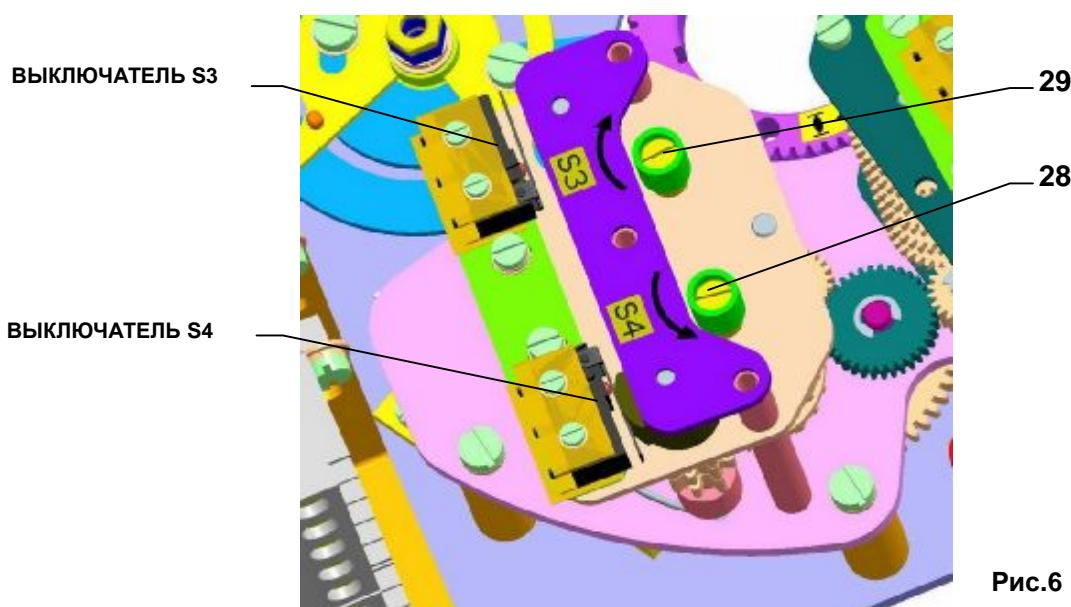

Рис.6
Проверка позиционных выключателей (рис. 6,8). При движении ЭП в направлении « закрыто » переключить контакты выключателей S4 либо S6 нажатием выключающего контакта соответствующего выключателя. При правильном подсоединении ЭП должен остановиться при переключении контактов выключателя S4 и сигнализировать при переключении контактов выключателя S6. Аналогично повторить испытание и для направления «открыто». При нажатии выключающего контакта выключателя S3 либо S5 ЭП должен остановиться, либо соответственно сигнализировать. В случае неисправности следует опять сконтролировать присоединение выключателей в соответствии с соединительной схемой.
4.2 Настройка выключателей положения (S3(S13), S4(S14)) (рис.6)
ЭП в заводе-изготовителе настроен на 6-ий ступень хода для табл. №3 или на ход, соответствующий спецификации заказчика. Ход указанный на щитке ЭП соответствует макс. ходу при настройке редуктора на 11°, по Таб. № 3. При установке, настроении и перестановке выключателей положения и сигнализации поступайте следующим образом (Рис.6,7):
- ЭП перестановите в положение «открыто», электрическим путем или вручную. Если ЭП при перестановке электрическим путем через ход выключит в междуположении перед достигнутии положения «открыто» от выключателя положения S3(Рис.6), отверткой вставленной в стопорный винт(29), вращайте после его оттеснения в направлении стрелки (смотри Прим. №1) и продолжайте в перстановке ЭП в положение «открыто».
- ЭП перестановите в положение «закрыто», электрическим путем или вручную. Если ЭП при перестановке электрическим путем, через ход выключит в междуположении перед достигнутии положения «закрыто» от выключателя положения S4(Рис.6), отверткой вставленной в стопорный винт(28), вращайте после его оттеснения в направлении стрелки (смотри Прим. №1) и продолжайте в перстановке ЭП в положение «закрыто» .